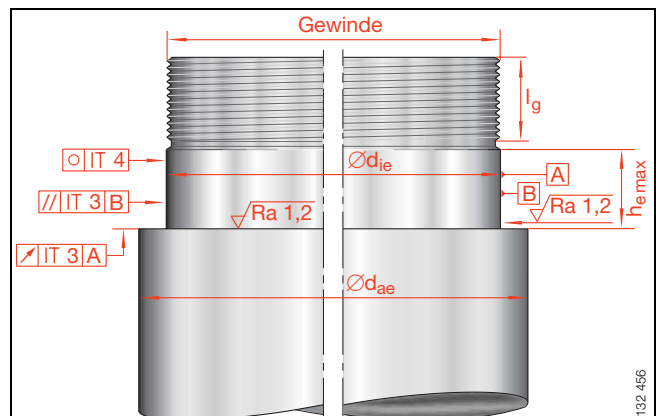

Bild 8 · Ausführung der Welle
- für die Sitz- und Anlageflächen auf der Welle ist eine Genauigkeit nach Bild 8 notwendig.